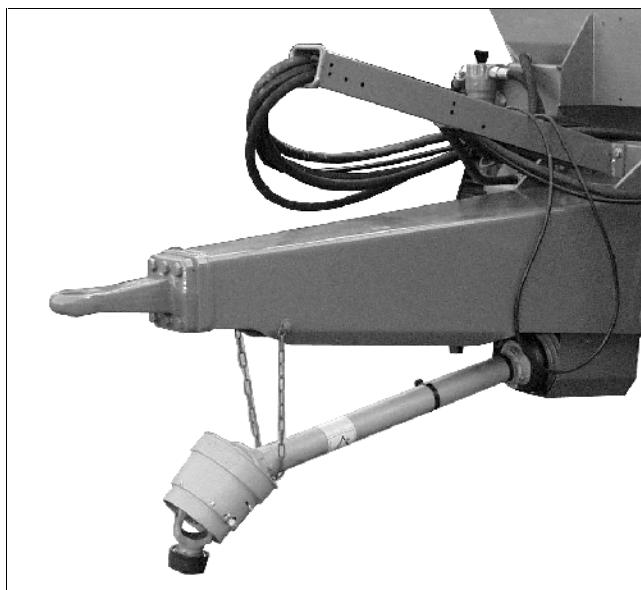

Рис. 17
- Защитные трубы карданного вала оснащены крепежными цепями (Рис. 17), которые должны крепиться на тракторе и **ZG-B**. Крепежные цепи предотвращают совместное вращение защитных трубок при работе карданного вала. Крепежные цепи навесьте в отверстиях таким образом, чтобы была обеспечена достаточная зона свободного хода карданного вала во всех рабочих положениях, и чтобы защитные трубы карданного вала не вращались вместе с ним во время работы.